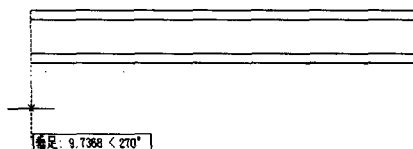

图 4-6 追踪对象
(1) 同时打开状态栏上的【对象捕捉】和【对象追踪】开关, 启动对象捕捉追踪功能。并打开“草图设置”对话框的“极轴追踪”选项卡, 将“增量角”设置为 90, 将“对象捕捉追踪设置”设置为“仅正交追踪”。
(2) 利用“矩形”命令绘制俯视图外形。第一个角点为捕捉上面绘制矩形左下角点, 系统显示追踪线, 沿追踪线向下在适当位置指定一点, 如图 4-6 所示, 第二个角点坐标为(@100, 18)。结果如图 4-7 所示。